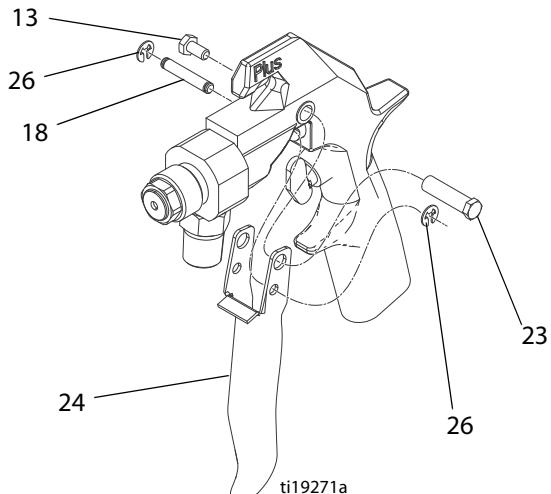

Рис. 7
4. Снимите один е-образный зажим (26), затем выдавите штифт (18) из пистолета. Извлеките винт (13), шарнирный штифт (23) и пусковой курок (24). См. Рис. 7.